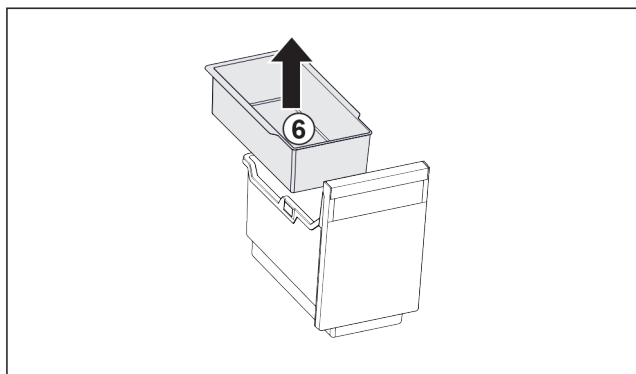

Fig. 101
- ▶ Inhangschaal Fig. 101 (6) verwijderen.